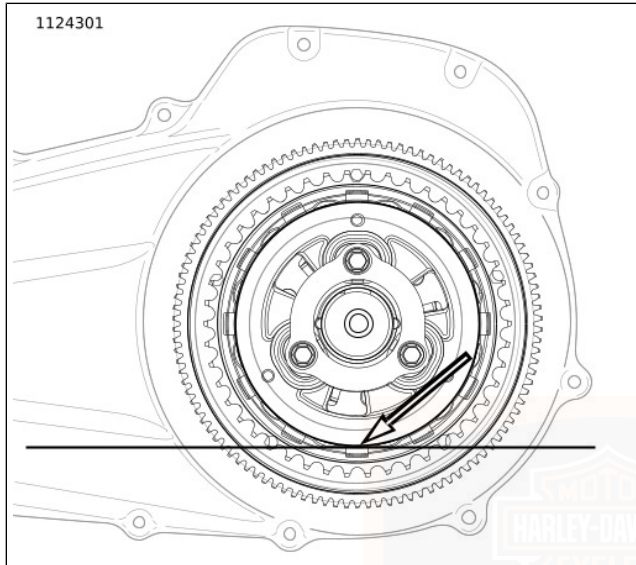

Figure 44. Niveau de lubrifiant primaire
- b. Voir Figure 44. Le niveau correct se situe approximativement au bas du diamètre externe du plateau d'embrayage.